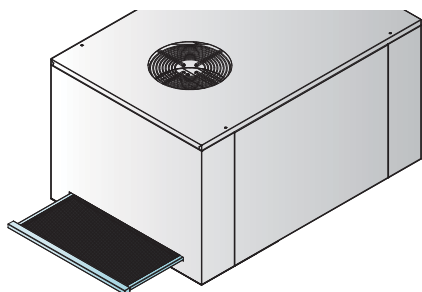

fig. 16
- Si la machine est équipée du Récupérateur Thermique avec pompe à chaleur nettoyer le filtre amovible (voir fig. 16).